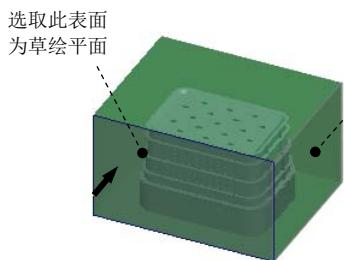

图 16.10 定义草绘平面
(1) 选择命令。单击 **编辑模具体积块** 功能选项卡 **形状** ▾ 区域中的 按钮, 此时系统弹出“拉伸”操控板。
(2) 定义草绘截面放置属性。在图形区右击, 从系统弹出的菜单中选择 **定义内部草绘...** 命令; 在系统 的提示下, 选取图 16.10 所示的毛坯表面为草绘平面, 接受默认的箭头方向为草绘视图方向, 然后选取图 16.10 所示的毛坯侧面为参考平面, 方向为 **右**。然后单击 **草绘** 按钮。